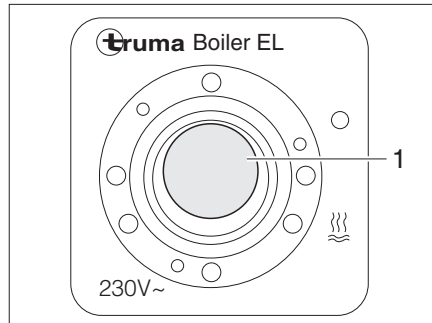

Bild 119 Kippschalter für Truma Boiler (230-V-Elektrobetrieb)
- Den Kippschalter (Bild 119,1) einschalten. Die Kontroll-Leuchte im Schalter leuchtet. Das Wasser im Boiler wird auf 65 °C aufgeheizt.
- Den Kippschalter (Bild 119,1) auf "O" stellen. Die Kontroll-Leuchte im Schalter erlischt.
- An der Bedieneinheit (Bild 118) den Drehschalter (Bild 118,3) auf "O" (Bild 118,4) stellen bzw. den Kippschalter (Bild 119,1) auf "O" stellen.